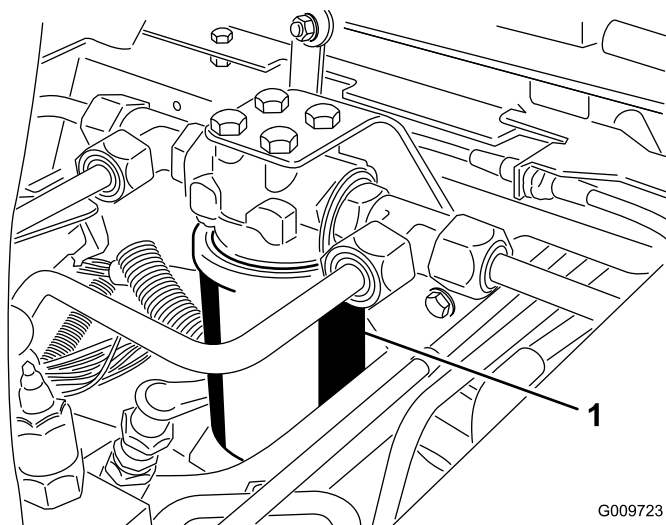
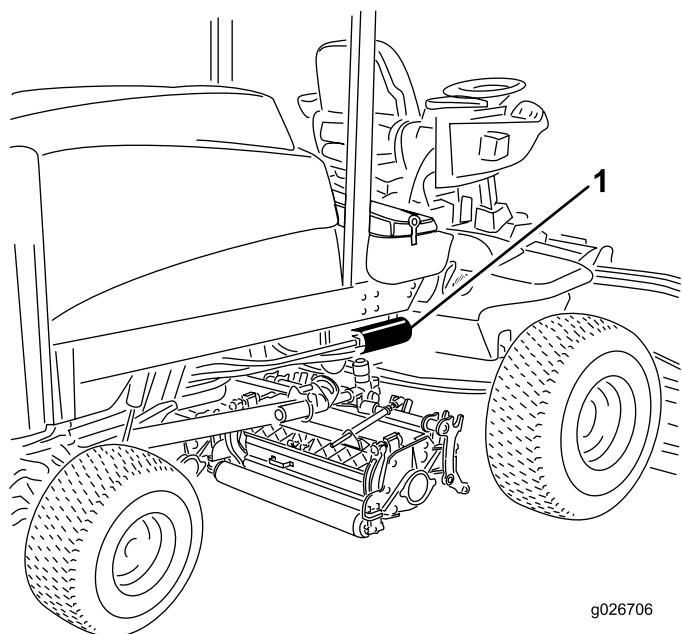

Figura 78
Figura 79
3. Coloque um recipiente de escoamento debaixo do filtro e retire o filtro (Figura 78 e Figura 79).